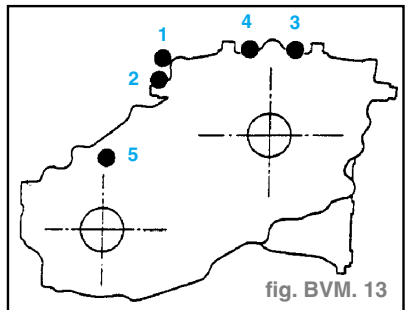

fig. BVM. 13
- Vérifier la continuité entre la borne du connecteur noir sur le côté de la boîte de transfert et la boîte de transfert (2) (fig. BVM 13).
- Vérifier la continuité entre la borne du connecteur brun sur le dessus de la boîte de transfert et la boîte de transfert (3) (fig. BVM 13).
- Vérifier la continuité entre la borne du connecteur blanc sur le côté de la boîte de transfert et la boîte de transfert (5) (fig. BVM 13).
- Vérifier la continuité entre la borne du connecteur noir sur le dessus de la boîte de transfert et la boîte de transfert (4) (fig. BVM 13).